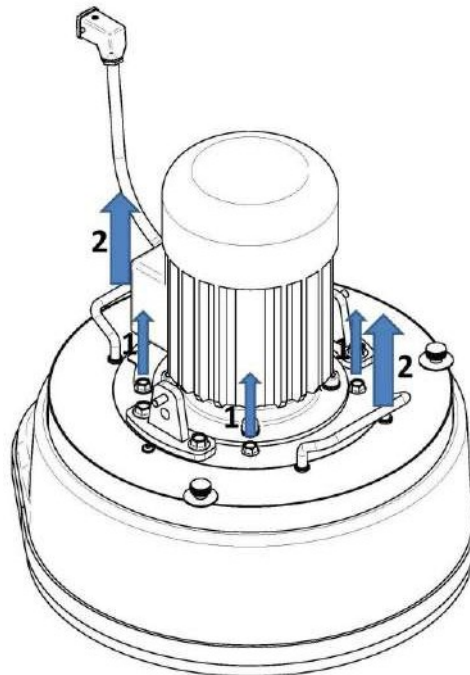

Figure 8.6.1
Si la courroie glisse ou se casse, dévissez les quatre boulons indiqués (1) (Fig.8.6.1) et retirez le couvercle supérieur (2).